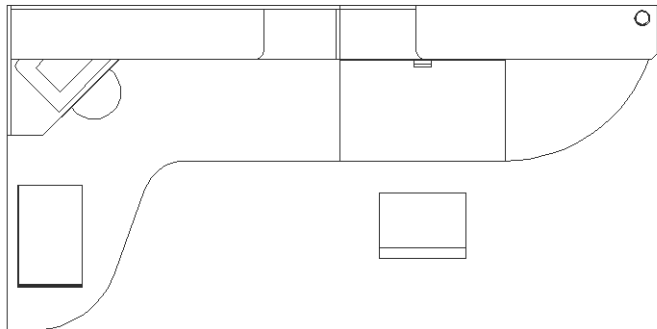

Рис. 12.10 ▼ Контур кресла создан
11. Для завершения создания второго прямоугольника введите **@400,50**. Чертеж должен принять вид, показанный на рис. 12.10.